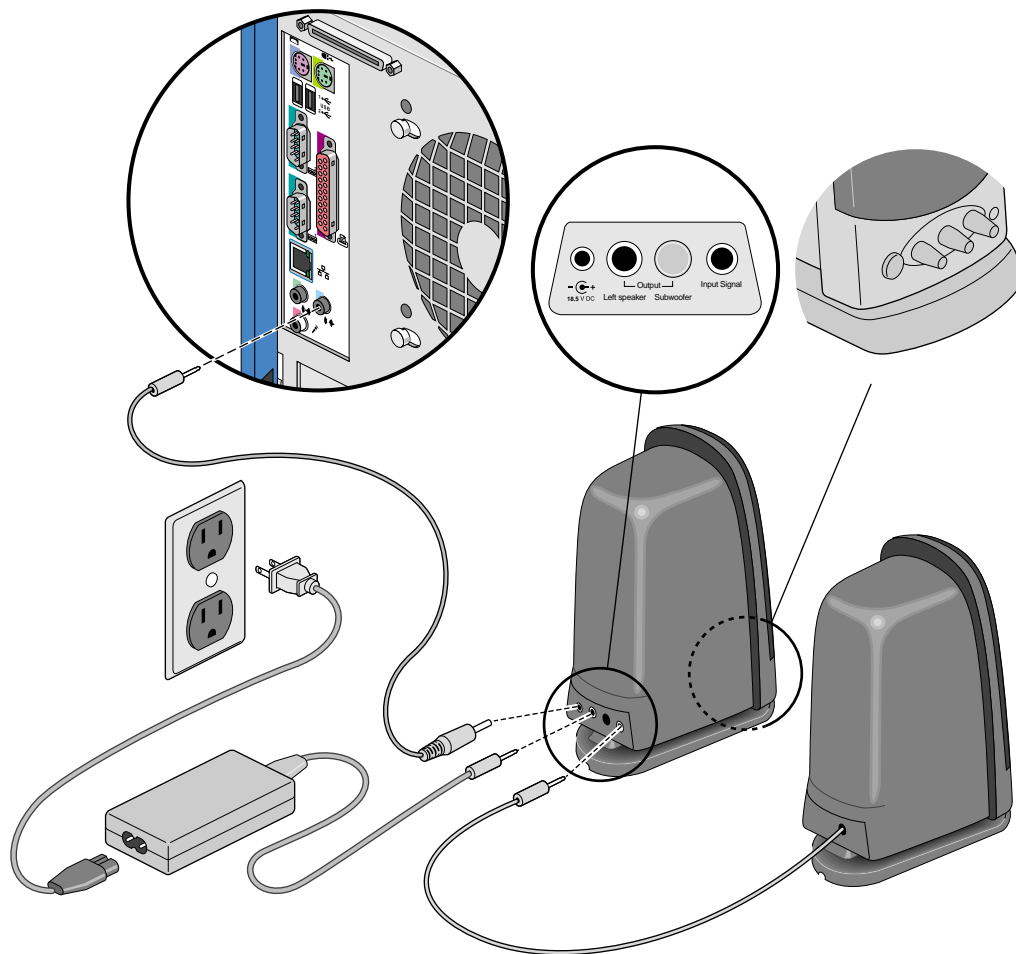

Figura 1-9 Conexión de los altavoces
6. Siga estas instrucciones para conectar los altavoces al sistema. En la Figura 1-9 se ilustra el proceso:
- d. Conecte el altavoz derecho con el izquierdo como se muestra en la Figura 1-9.